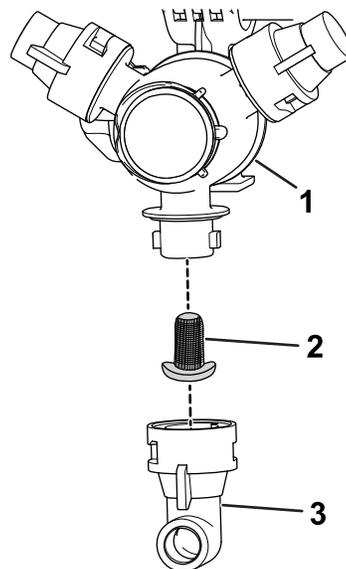

Figura 102
2. Retire o bico da cabeça de pulverização (Figura 102).
3. Retire o filtro do bico antigo (Figura 102).
4. Instale o novo filtro do bico (Figura 102).
5. Instale o bico na cabeça de pulverização (Figura 102).